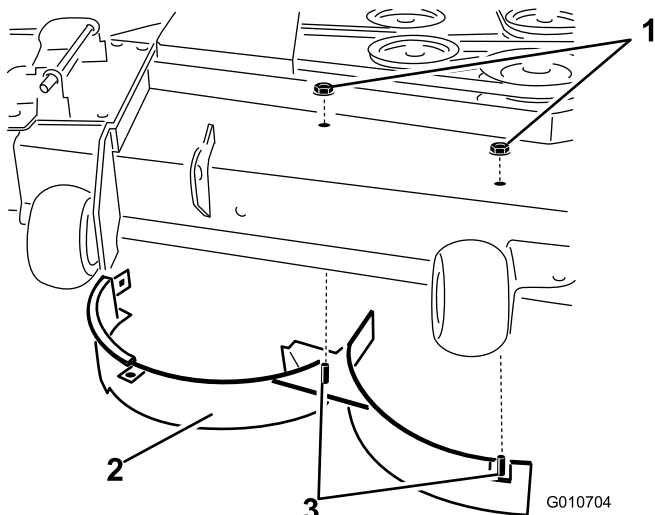

Bild 38
11. Entfernen Sie die zwei Sicherungsmuttern (5/16 Zoll), die die geschweißten Pfosten des rechten Ablenkblechs oben auf dem Mähwerk in der Mitte und rechts von der Mittelstellung sichern (Bild 38).
12. Entfernen Sie die Schlossschraube und die Sicherungsmutter, die das rechte Ablenkblech oben auf dem Mähwerk sichern. Entfernen Sie das rechte Ablenkblech vom Mähwerk (Bild 38).